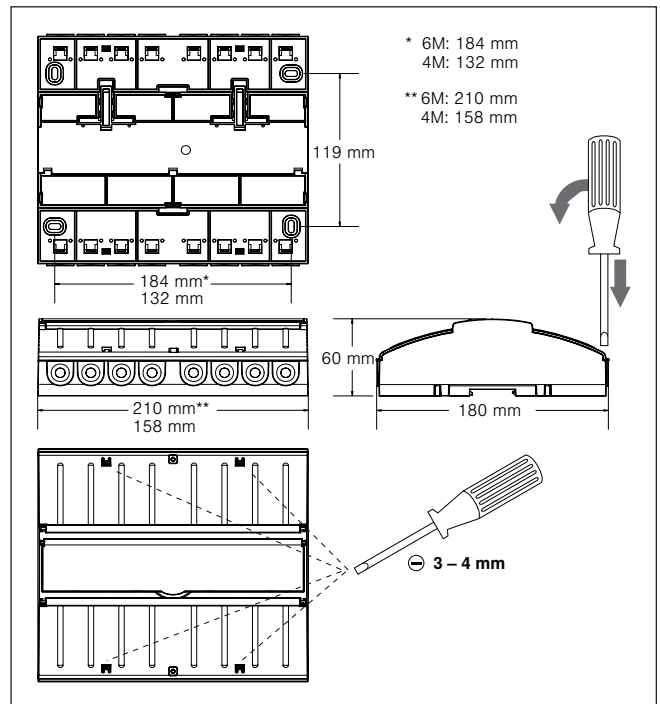

Abb. 4 Abmessungen AP-Gehäuse
- AP: Führen Sie einen Schlitzschraubendreher (Klinge 3 – 4 mm) in die jeweilige Deckelöffnung ein (siehe Abb. 4) und hebeln Sie den Klappdeckel vorsichtig auf. Wiederholen Sie den Vorgang für die zweite Öffnung des Deckels. Wenn beide Verrastungen gelöst sind, lässt sich der Deckel aufklappen. Den zweiten Deckel können Sie auf die gleiche Weise öffnen. Alternativ kann die AP-Variante auch auf einer Hutschiene (TH 35-15 nach EN 60715:2001) montiert werden.
AP	siehe Abb. 4